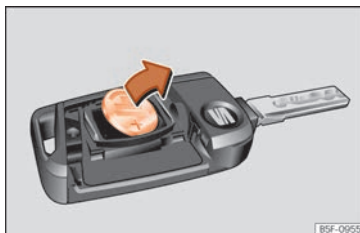

Abb. 142 Fahrzeugschlüssel: Batterie herausnehmen.
- Batterie mit einem geeigneten dünnen Gegenstand aus dem Batteriefach heraushebeln  **Abb. 142.**
- Neue Batterie wie gezeigt ansetzen  **Abb. 142** und entgegen der Pfeilrichtung in das Batteriefach drücken .